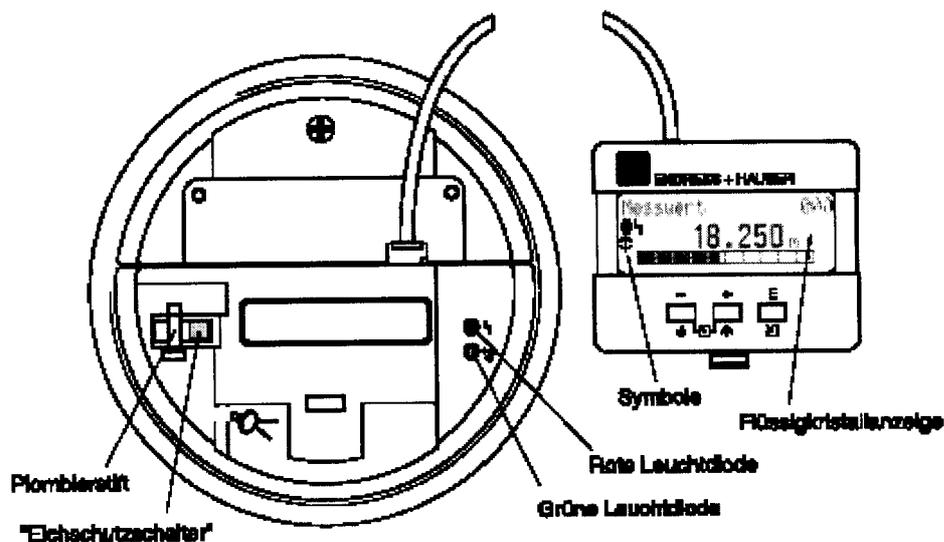

Abb. 6.1: Position des Eichschutzschalters am Transmitter
- 6.3. Der schreibende Zugriff auf die Elektronik muss durch den "Eichschutzschalter" verhindert und damit die Einstellung des Gerätes verriegelt werden (Abb. 6.1).
- die Messparameter gegen Verändern durch Sicherung des Eichschutzschalters (vgl. Abb. 6.1) im Messkopf.